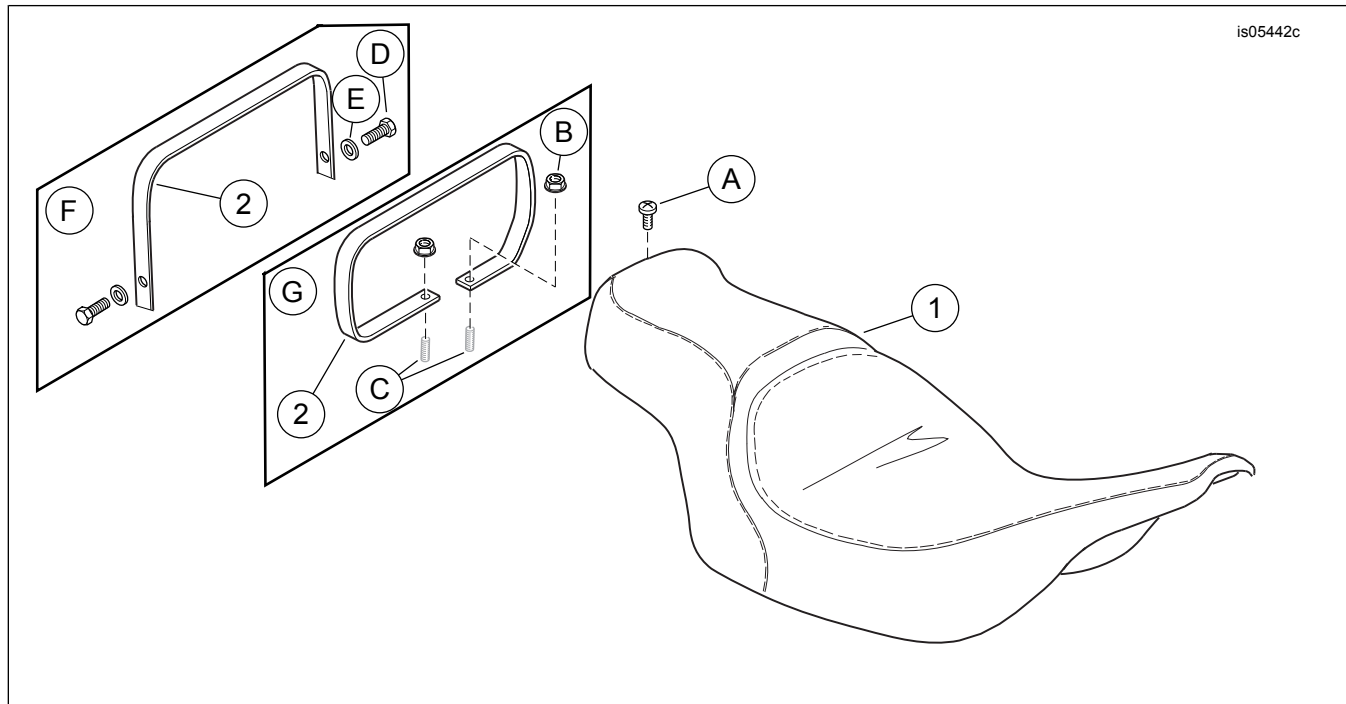

Figura 7. Piezas de servicio: Asiento con calefacción
Consulte Figura 7 y Tabla 1 para ver el contenido del kit.
- Ver Figura 7 . Quite el tornillo (D), la arandela (E) y el extremo de la correa de sujeción. Guarde los elementos de sujeción para instalarlos más tarde.
- Ver Figura 7 . Extraiga el tornillo de cabeza Phillips con la arandela de seguridad (A) de la parte trasera del asiento instalado actualmente. Mueva hacia atrás el asiento para sacarlo. Guarde el tornillo para la instalación.
- b. Ver Figura 7 . Instale el tornillo de la correa de sujeción (D) y la arandela (E). Apretar.